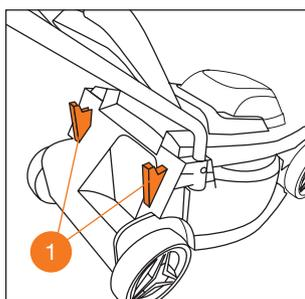

Рис. 9
- Установите травсоборник на специальные кронштейны **1** на корпусе газонокосилки (Рис. 9).